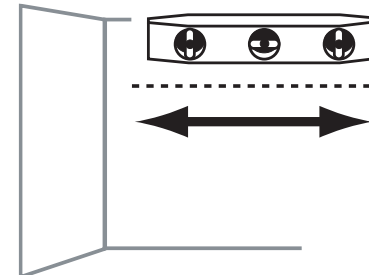

FIG. 1.1
2. Trace la línea de nivel a la par con la longitud del estante para el estante superior en la pared trasera del armario (Fig. 1.1) (La estantería tapará las líneas dibujadas en la pared).